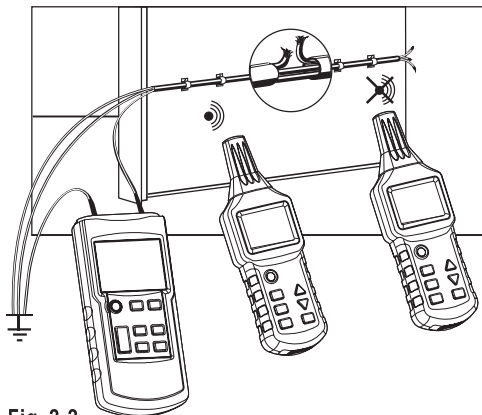

Fig. 2-2
I det här exemplet, ta en bit av en skärmad kabel med en tvärsnittsarea på 1,5 mm2. Installera provisoriskt 5m av denna kabel längs väggen med spikklämmor i ögonhöjd som ytmontering. Se till att väggen är åtkomlig från båda sidor. Skapa ett konstgjort avbrott på ett avstånd av 1,5 m före linjeterminalen. Linjeterminalerna måste vara öppna. Skala av den avbrutna ledningen i början av den ljusskärmade kabeln och anslut ii via testkablarna (medföljer) med sändarens hål ⑩. Anslut terminalen ⑪ på sändaren till en jordning. Alla andra kablar måste också vara anslutna till sändaren och samma jord (se fig. 2-2).